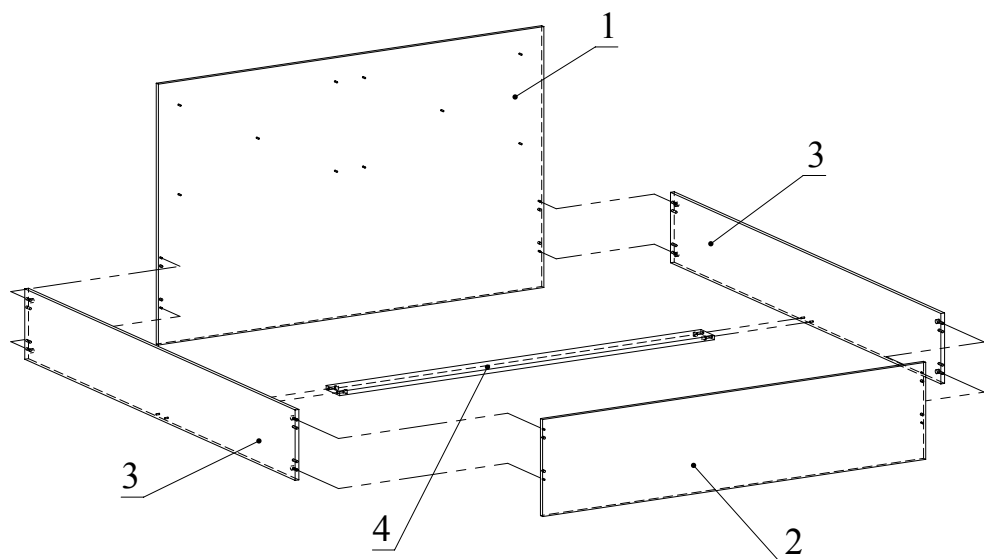

Рис.3
3. Соедините между собой детали 3,4, потом прикрепите к ним детали 1, 2 и затяните головки минификсов конфирматным ключом (Рис. 3).